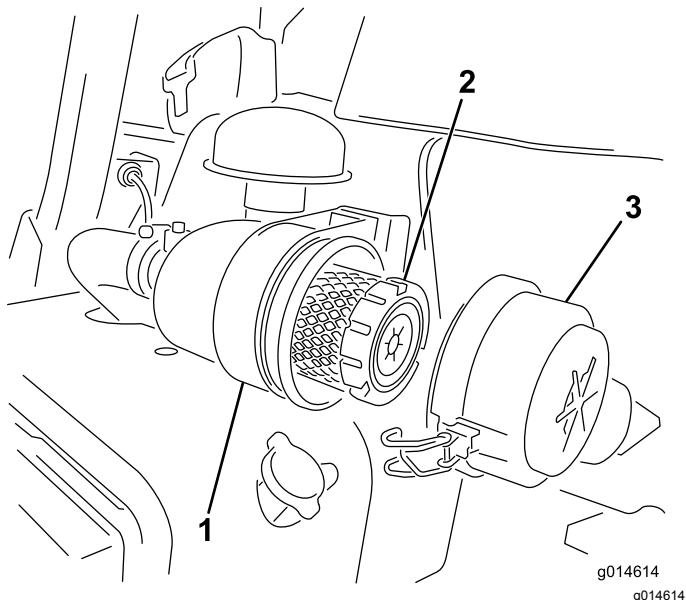

図 39
- エアクリーナのカバーをボディーに固定しているラッチを外す図 39。
- ラッチをしっかりと掛ける図 39。